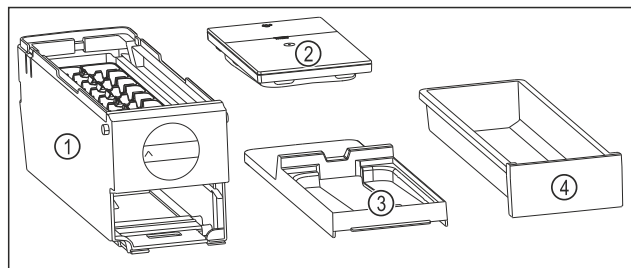

Fig. 185 Съставни части на EasyTwist-Ice
- ▷ EasyTwist-Ice е разглобен на четири части. (виж Fig. 185)
- ▶ Разглобявайте EasyTwist-Ice само на изобразените съставни части. (виж Fig. 185)
- ▶ Почистете корпуса на EasyTwist-Ice Fig. 185 (1) като едно цяло.